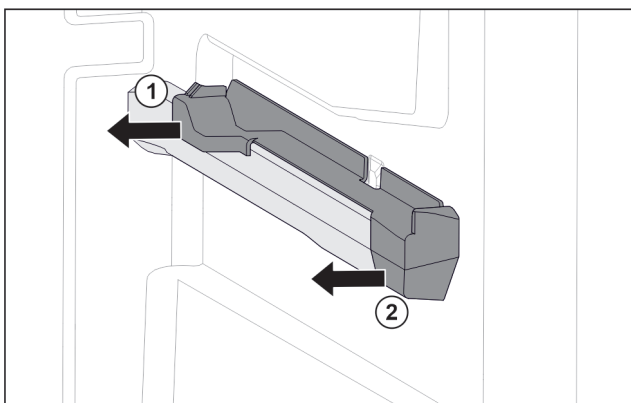

Fig. 35 Nasazovací díl na pravém žebrování na nádoby
- ▶ Stáhněte nasazovací díl vzadu na stranu. Fig. 35 (1)
- ▶ Stáhněte nasazovací díl vpředu na stranu. Fig. 35 (2)